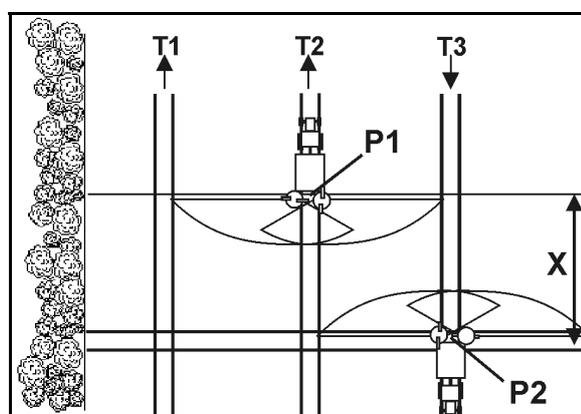

Fig. 71
- Aprire le paratoie di chiusura dopo l'ingresso nella pista sul punto P1 (Fig. 71), se i dischi spargitori distano del tragitto X dalla pista della capezzagna.
- Chiudere le paratoie prima dell'uscita dalla pista sul punto P2 (Fig. 71), se i dischi spargitori si trovano all'altezza della prima pista della capezzagna.